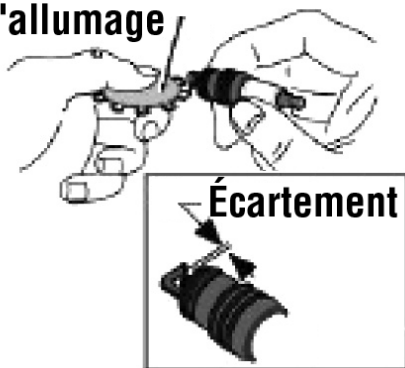

Fig. 7
4. Vérifiez l'écartement à l'aide d'une jauge de bougies conformément à la figure 7. Au besoin, rétablissez l'écartement (voir Spécifications).